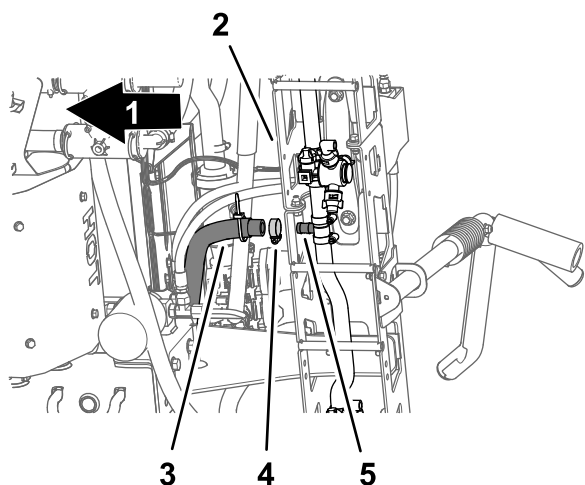

Figura 36
5. Sotto la sezione di irrorazione centrale, rimuovete la fascetta stringitubo che fissa il flessibile di alimentazione per la sezione di irrorazione centrale al raccordo a T dentellato (Figura 36).